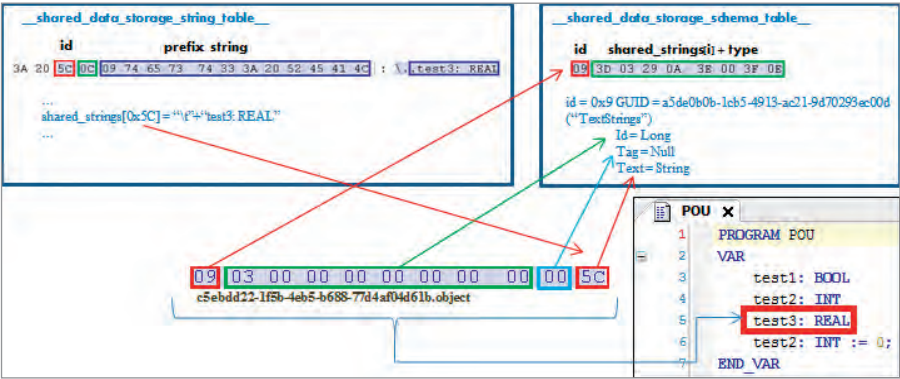

Рис. 8. Разбор содержимого пользовательского объекта POU
- \*.object — контейнер, хранящий определённый пользовательский объект. К таковым могут относиться программы (POU), интерфейсы (Interfaces), наборы картинок (Image Pool), настройки проекта (Project Settings), внешние файлы (External Files), библиотечные модули (Libraries). В объектных файлах содержатся экземпляры классов, описанных в схеме, являющихся, по сути, строительными единицами минимального размера. На рис. 8 показано устройство такого экземпляра.